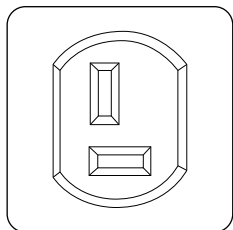

рис. 4
Розетка (14) (рис. 4) служит только для зарядки 12-вольтового аккумулятора.